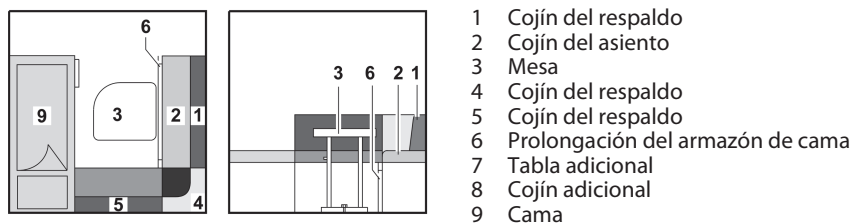

Fig. 77 Antes de la transformación
- Transformar la mesa (Fig. 77,3) en base de cama (véase apartado 7.7).
- Extraer la prolongación del armazón de cama (Fig. 77,6).
- Extraer los cojines del respaldo (Fig. 77,1 y 4).